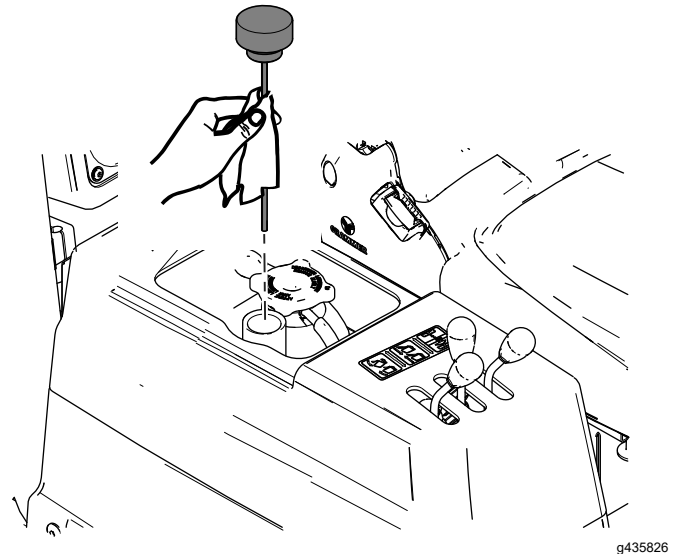

Figure 81
4. Sortez la jauge du réservoir hydraulique et essuyez-la sur un chiffon propre (Figure 81).